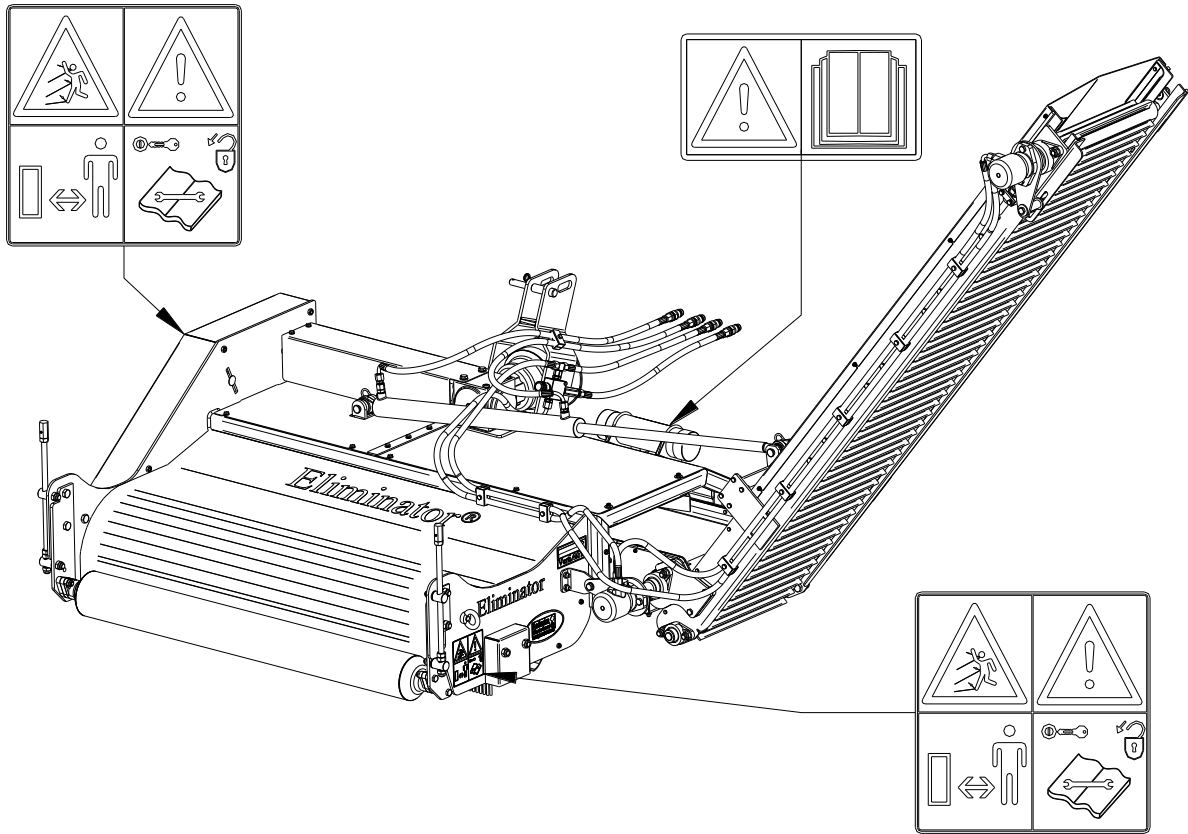

Fig. 5
Aan weerszijden van de Eliminator zijn op het zijbord en bij de voor- en zijkap veiligheidsstickers (Fig. 5) aanwezig met een gelijkkluidende betekenis. Deze veiligheidsstickers moeten altijd goed zichtbaar en leesbaar zijn en moeten, wanneer deze beschadigd zijn, worden vervangen.
(7) Plaatsing veiligheidsstickers. (Fig. 5)